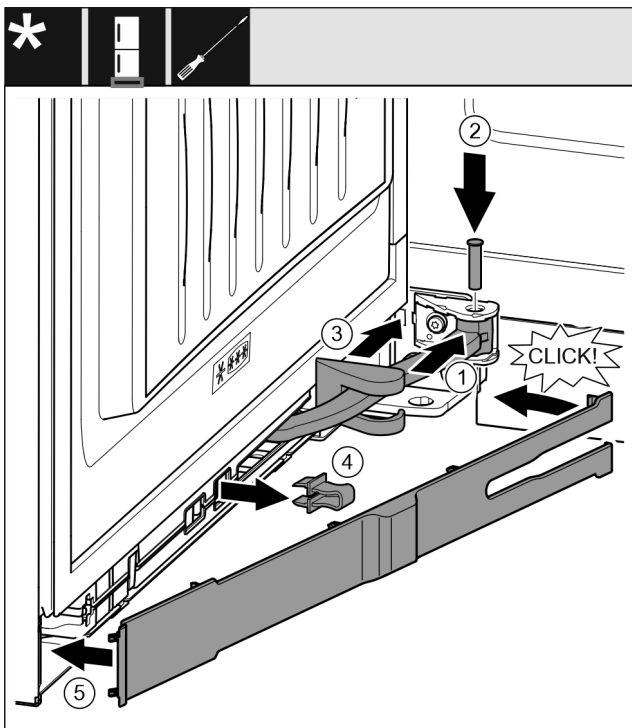

Fig. 47
- ▶ Поверните шарнир в навеску. Fig. 47 (1)
- ▶ С помощью отвертки T15 вставьте палец в навеску и шарнир. При этом следите за тем, чтобы выступ фиксатора занимал правильное положение в пазу. Fig. 47 (2)
- ▶ Переместите крышку опорного кронштейна вдоль шарнира и установите над навеской. Fig. 47 (3)
- ▶ Снимите предохранитель. Fig. 47 (4)
- ▶ Установите накладку со стороны ручки и поверните. Fig. 47 (5)